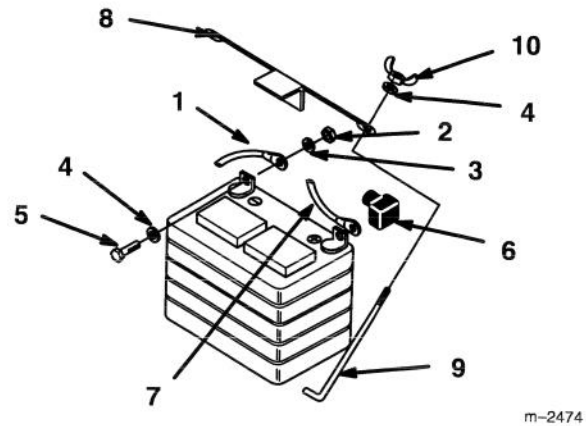

Figure 40
3. Déconnecter le fil négatif (noir) de mise à la masse de la borne de la batterie (Fig. 40).
4. Soulever le capuchon de caoutchouc et le glisser plus haut sur le fil positif (rouge). Déconnecter le fil positif (rouge) de la borne de la batterie (Fig. 40).
5. Retirer les tiges de maintien de la batterie (Fig. 40). Soulever la batterie pour la retirer du tracteur.
6. Poser la batterie dans le châssis (Fig. 40).
7. Fixer la batterie au châssis à l'aide des tiges de maintien et des écrous papillons et rondelles (Fig. 40).
8. Connecter le fil positif (rouge) à la borne positive (+) de la batterie à l'aide du boulon, des rondelles et de l'écrou (Fig. 40). Glisser le capuchon de caoutchouc sur la borne de la batterie.
9. Connecter le fil négatif (noir) à la borne négative (-) de la batterie à l'aide du boulon, des rondelles et de l'écrou (Fig. 40).